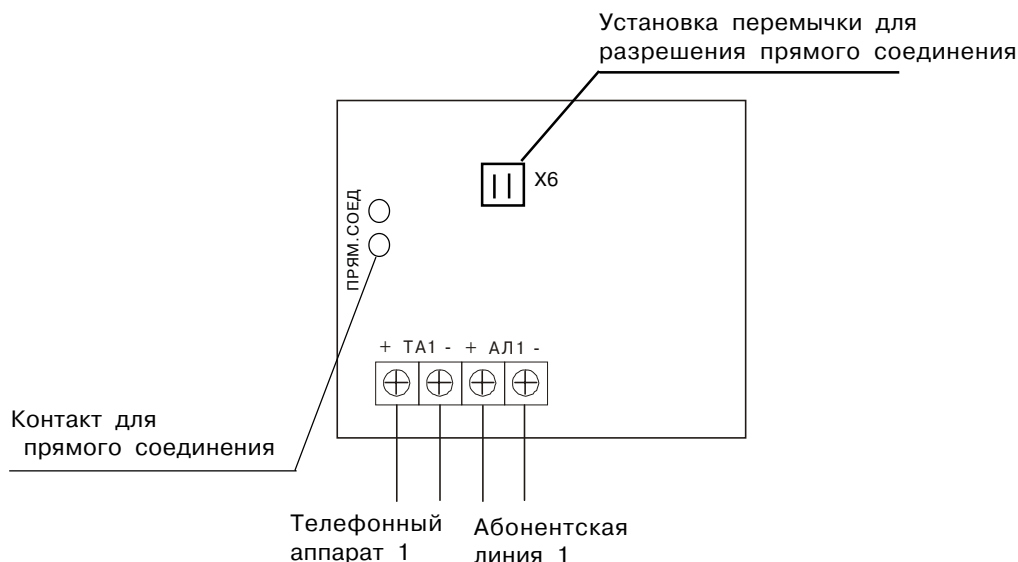

Рис.5
1.3.2.1 Схема внешних подключений МАД приведена на рис. 5.